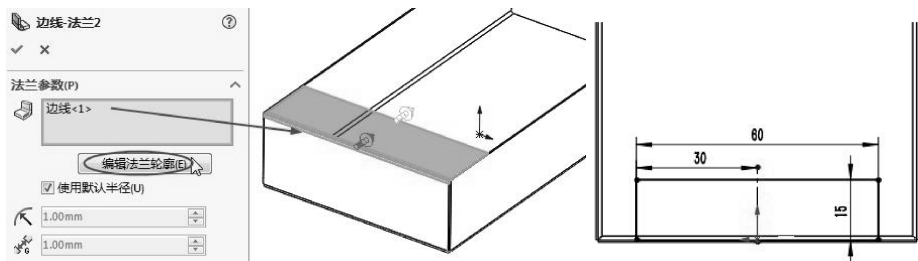

图 6-73 创建边线法兰
- 06 在【钣金】选项卡中单击【边线法兰】按钮，弹出【边线-法兰】属性面板。选择左侧棱边，单击【编辑法兰轮廓】按钮，修改草图并标注尺寸后，单击【完成】按钮，自动生成边线法兰，如图 6-73 所示。